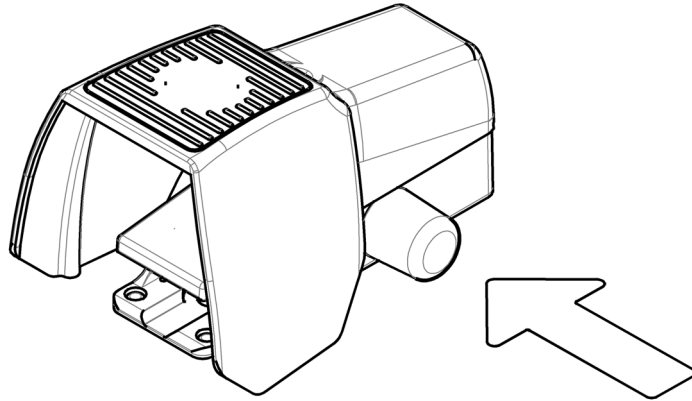

Fig. 4 : libération de l'interrupteur au pied
- Lorsque l'arrêt d'urgence a été déclenché via l'interrupteur au pied : libérer l'interrupteur au pied en appuyant sur le capot bleu en silicone sur le côté de l'interrupteur au pied (cf. fig. 4).